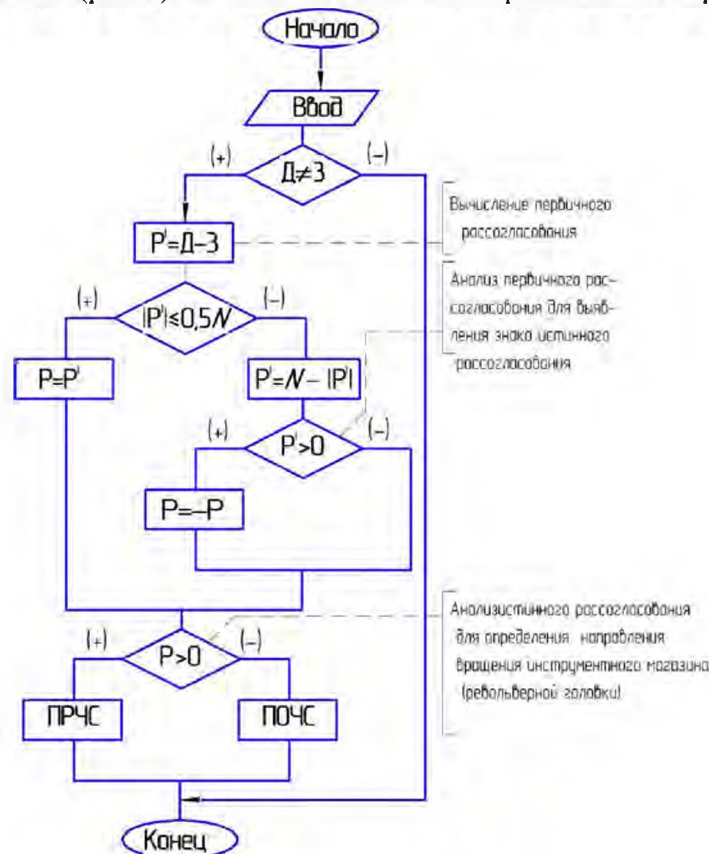

Рис. 1.
1. По алгоритму, блок-схема которого приведена на рис. 1., следует определить направление вращения инструментального магазина инструментов. Студент вычерчивает схем инструментального магазина с 24 позициями. Исходные данные для расчета  $D=15$ ;  $Z=4$ .